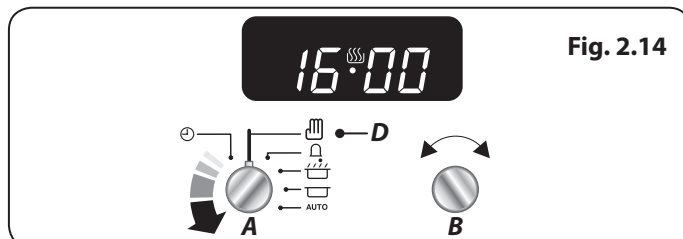

Fig. 2.14
Per annullare le impostazioni automatiche, ruota la manopola del timer (A) sull'impostazione manuale (D) e rilascia (**Fig. 2.14**).